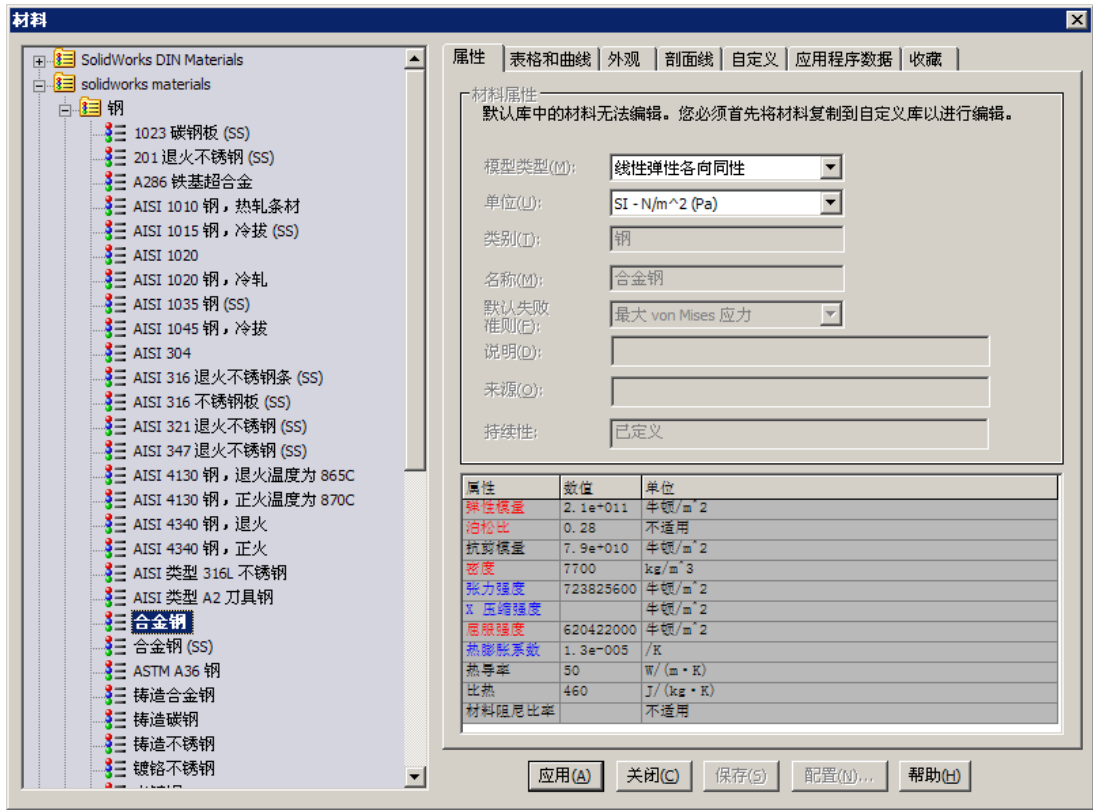

图 12.3.4 “材料”对话框
Step1. 选择下拉菜单 **Simulation** → **材料(M)** → **应用材料到所有(Y)...** 命令, 系统弹出图 12.3.4 所示的“材料”对话框。